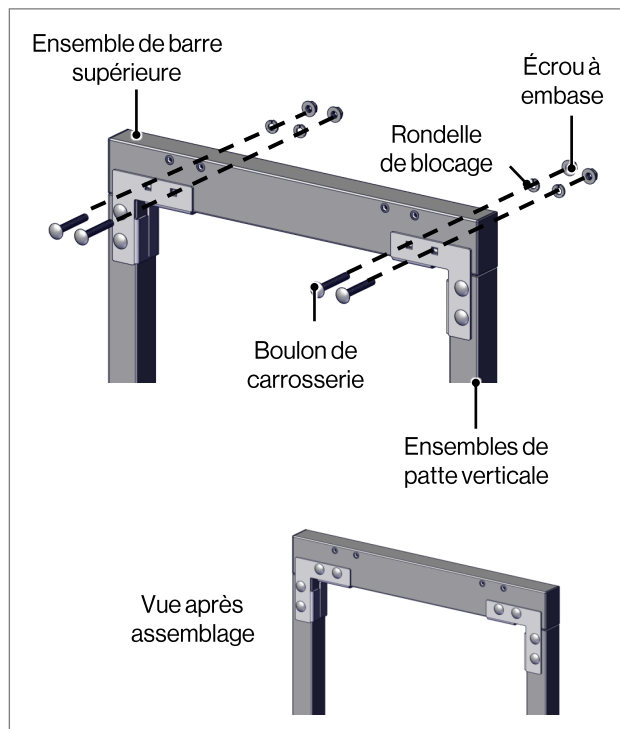

Fig. 7
- Fixez l'ensemble de barre supérieure standard (article #1) ou de longueur accrue (article #12) aux ensembles de pattes verticales avec quatre (4) boulons de carrosserie, quatre (4) écrous à embase et quatre (4) rondelles de blocage (Fig 7).